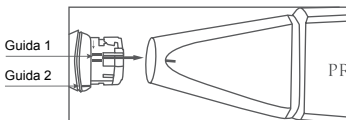
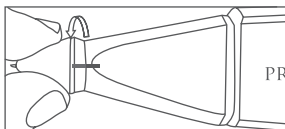

Fig. 1.08
Fig. 1.09
2. Per inserire una nuova punta per la sonda, posizionare la Guida 1 come mostrato nella **Fig. 1.08**, farla scorrere e ruotare in senso orario per allineare la Guida 2 con la guida indicata sul corpo principale per fissarla come mostrato nella **Fig. 1.09**.